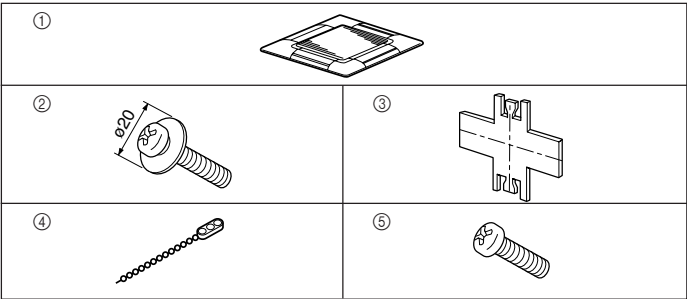

Fig. 5-1
5.1. Verificação do conteúdo (Fig. 5-1)